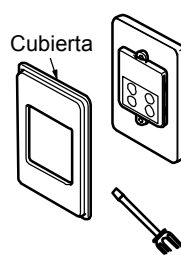

Fig. 3
4. Retire la cubierta del comando remoto cuidando de no romperla (Fig.3).